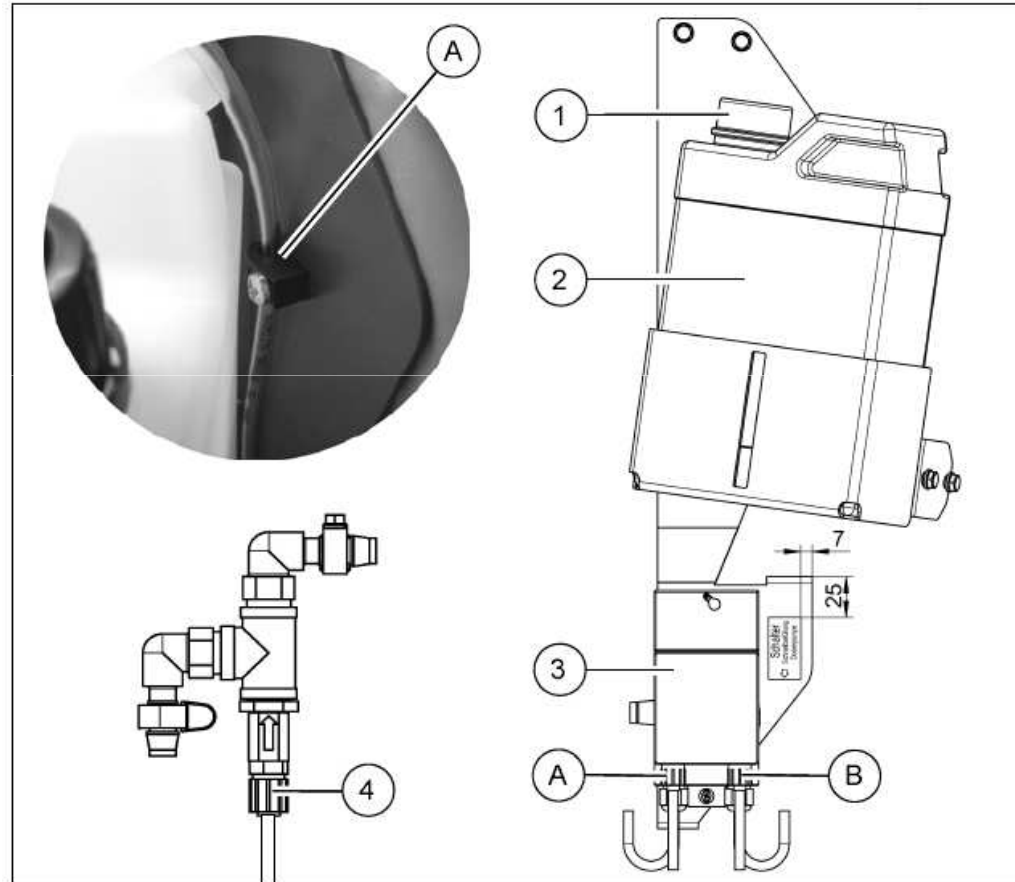

Fig. 7
1. Percer un trou de 6 mm dans le couvercle du réservoir (Fig. 7/1) pour le tuyau de dosage
3. Couper le tuyau allant du réservoir (Fig. 7/2) vers la pompe de dosage (Fig. 7/3) (entrée A) à une longueur de 1 mètre, et le fixer derrière le réservoir avec un clip (Fig. 7/A)
4. Couper le tuyau allant de la pompe (Fig. 7/3) (sortie B) vers le clapet anti-retour (Fig. 7/4) à une longueur de 750 mm et le fixer avec des colliers.